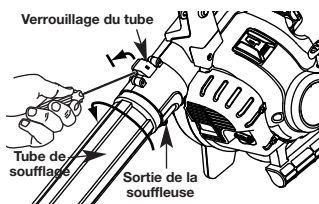

Fig. 5
2. Insérez un tournevis plat dans le verrouillage du tube et tournez le tournevis un quart de tour dans le sens contraire des aiguilles d'une montre et gardez le tournevis en place (Fig. 5).
3. Pendant que vous gardez le tournevis en place dans la position contraire du sens des aiguilles d'une montre, prenez le tube de soufflage et faites-le tourner dans le sens contraire des aiguilles d'une montre (Fig. 5).